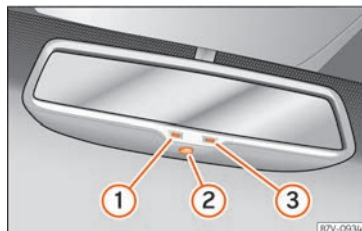

Fig. 124 Rétroviseur intérieur photosensible.
Légende de fig. 124 :
- ① Témoin
- ② Commande
- ③ Capteur permettant de détecter la luminosité venant frapper le rétroviseur
Cette fonction peut être activée et désactivée en appuyant sur la commande du rétroviseur intérieur » fig. 124 ②. Une fois activée, le témoin ① s'allumera.